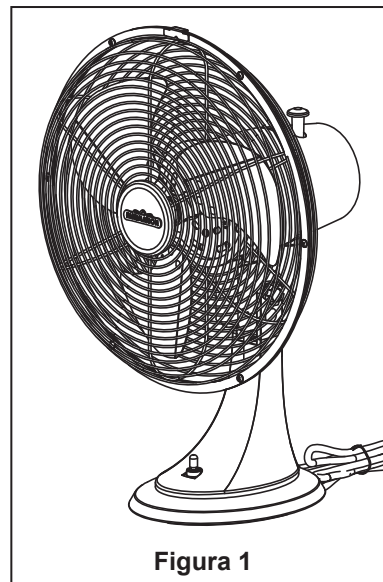

Figura 1
1. Saque los elementos con cuidado del paquete. (Figura 1)